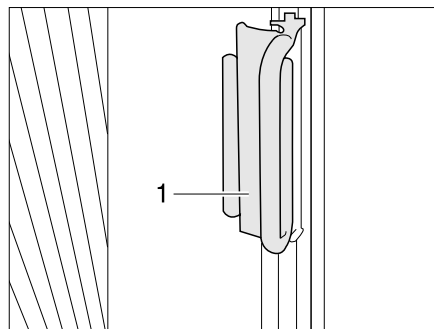

Fig. 31 Dispositif de verrouillage pour dispositif occultant plissé pour la fenêtre côté conducteur/passager
- Pousser sur la pièce de fixation les dispositifs occultants plissés pour les fenêtres côté conducteur et côté passager avec la poignée (Fig. 31,1). Le dispositif occultant plissé est bloqué.